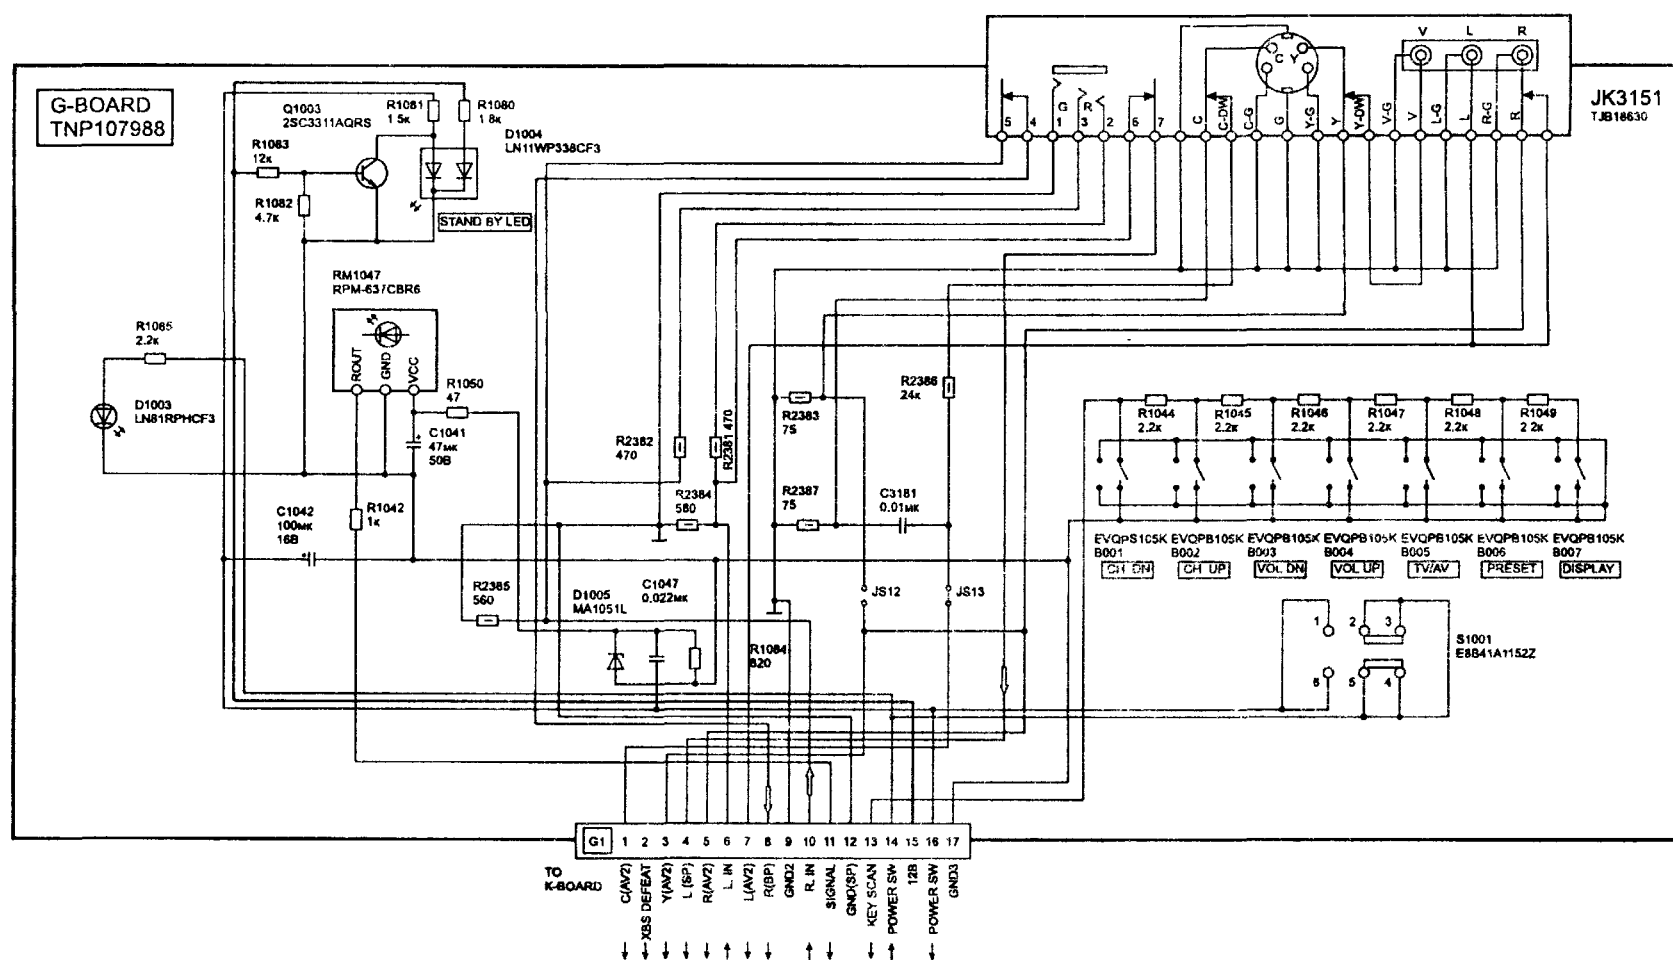
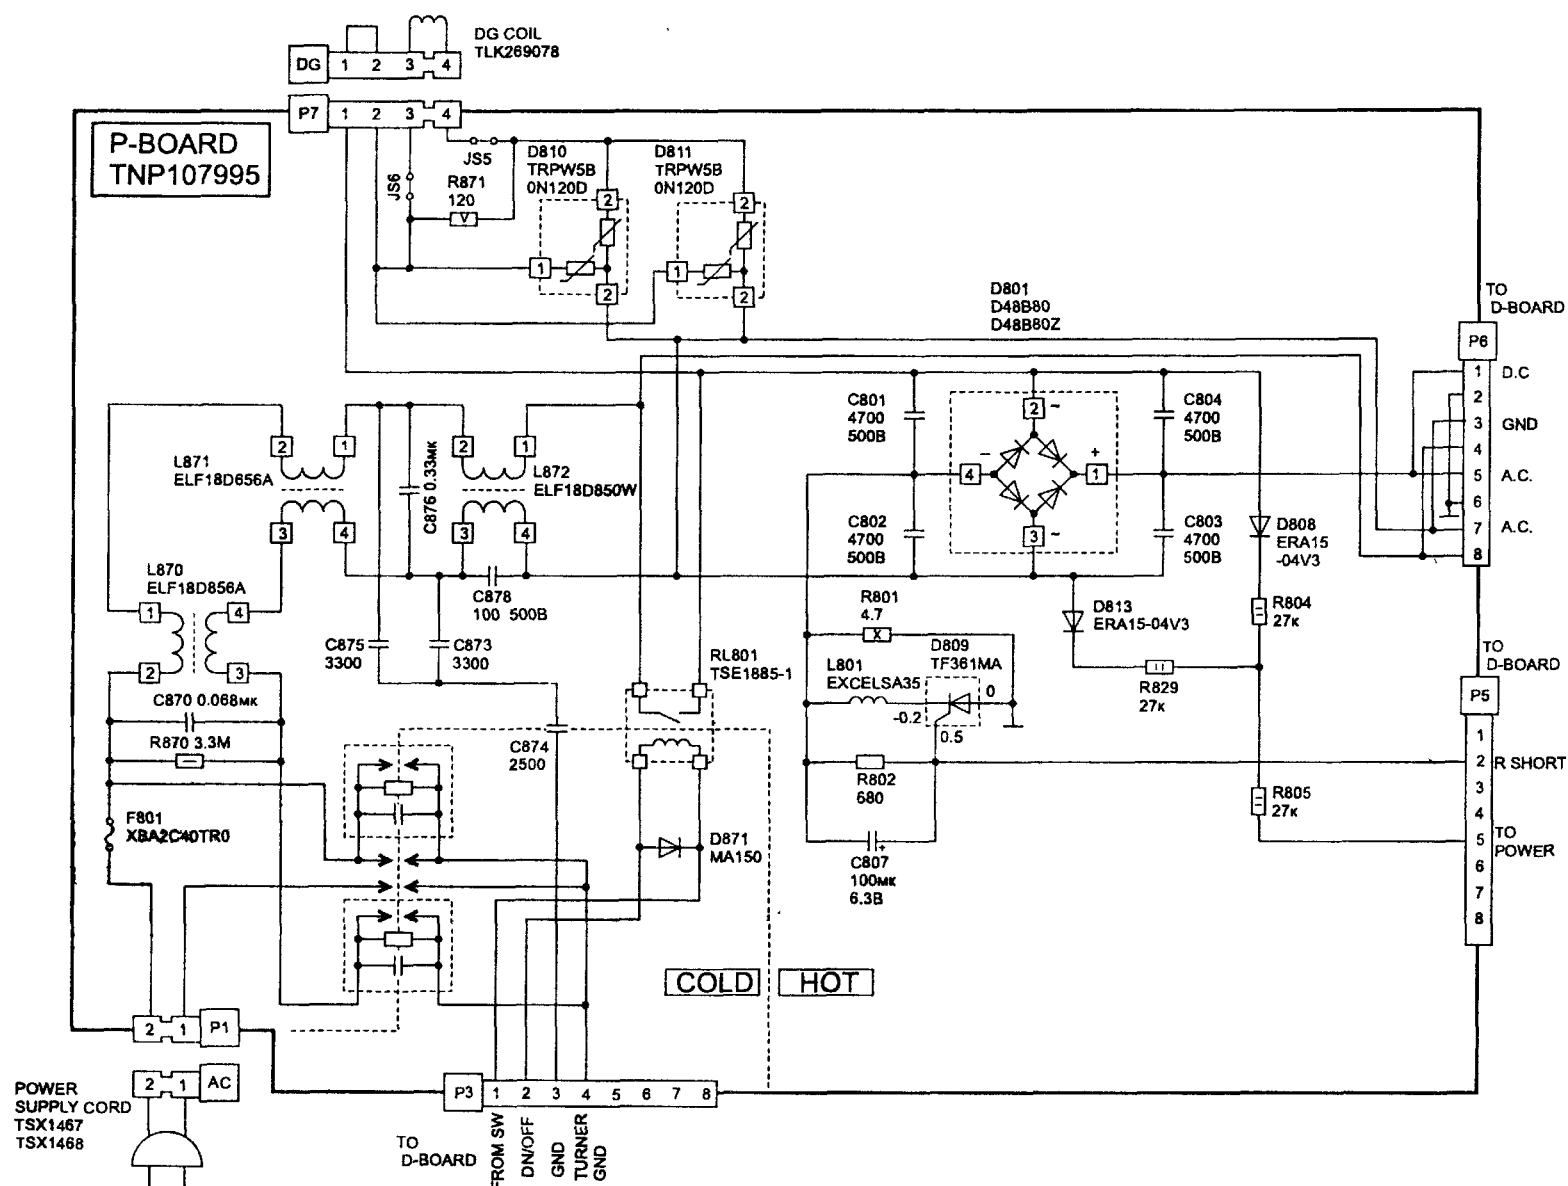

Рис. 4.19. Плата G
Рис. 4.20. Плата P
ИП дежурного режима имеет отдельный понижающий трансформатор Т802 (рис. 4.17), который постоянно подключен к сетевому напряжению. Напряжение с его вторичной обмотки выпрямляется диодным мостом D851—D854, фильтруется на С850 и поступает на вход стабилизатора +10 В на элементах Q850, Q851, D858. Непосредственно к выходу стабилизатора подключен светодиод индикации подключения к сети D1003 (рис. 4.19). Поэтому когда сетевая вилка подключена к сети, D1003 светится. Если включается сетевой выключатель S1001, то напряжение +10 В поступает на стабилизатор +5 В IC1214 (рис. 4.2), от которого питается микроконтроллер IC1213. Основной ИП остается обесточенным, так как контакты реле RL801 (рис. 4.20) разомкнуты. Светодиод STANDBY D1004 светится красным цветом. После получения команды от ПДУ на включение телевизора IC1213 сигналом с выв. 33 включает реле RL801 и на вход основного ИП подается сетевое напряжение. Преобразователь ИП начинает работать и на всех вторичных каналах появляется напряжение.
Входное переменное напряжение выпрямляется диодом D808 (рис. 4.20) и через резисторы R804, R805 заряжает фильтрующий конденсатор C811 (рис. 4.17). Отсюда напряжение через выв. 5 IC801 поступает на схему старта. Когда его величина достигает 16 В, включается генератор и силовой ключ (полевой транзистор внутри IC801) открывается. Напряжение на всех обмотках трансформатора T801 растет. С обмотки 1-2 T801 снимается напряжение около 14 В, выпрямляется диодом D803 и поступает на выв. 5 IC801 для ее питания в рабочем режиме.
- ◆ Отключают телевизор от сети и омметром проверяют на короткое замыкание элементы L870—L872, C801—C804, C876, C818, C819, D810, D811, D801, DG COIL (рис. 4.20). Если указанные элементы исправны, проверяют элементы схемы управления симистором Q801: D818, C822, D817, Q854, C824, D815, Q853 (рис. 4.17).